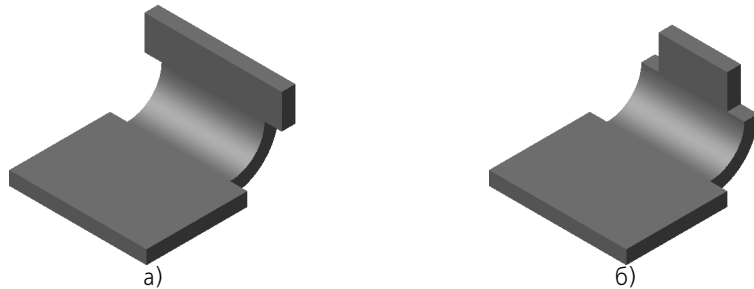

Рис. 97.14. Изменение ширины продолжения сгиба: а) увеличение, б) уменьшение
- ▼ изменение ширины продолжения сгиба (рис. 97.14),